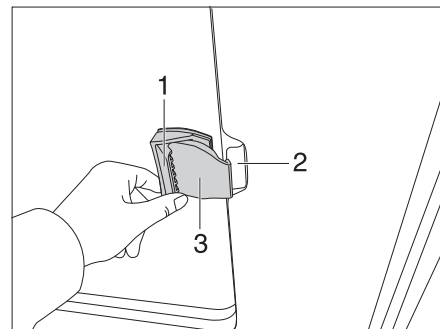

Fig. 69 Finestra scorrevole senza bloccaggio
- Tirare lo sportellino della maniglia (Fig. 69,1) e contemporaneamente tirare o spingere la maniglia in avanti.